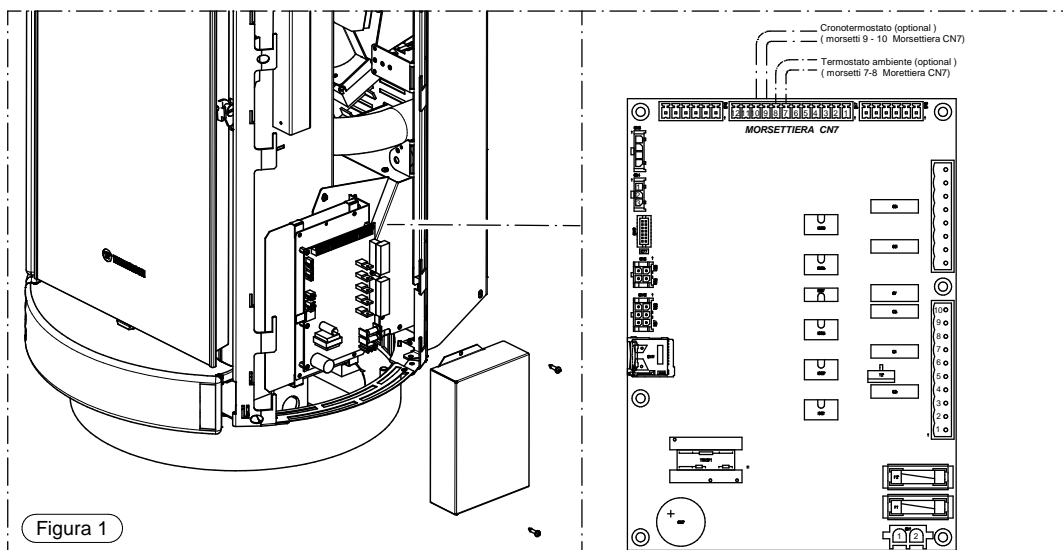

Figura 1
E' un pratico dispositivo che evita la messa in circolazione di polveri sempre presenti in ambienti domestici. Il filtro (indicato con la lettera A nell'immagine a lato) si trova nel retro dell'apparecchio (vedi figura a lato Figura 1). Una frequente pulizia permette di avere maggiore aria calda disponibile durante il funzionamento (il filtro va lavato con acqua fredda e asciugato, ogni 5 giorni).
L'apparecchio viene fornito con entrambi i collarini di canalizzazione montati. E' possibile canalizzare l'aria calda anteriormente o posteriormente all'apparecchio agendo sulle 2 leve indicate nella Figura 1 e Figura 2; per canalizzare completamente o parzialmente l'aria nel tubo posteriore destro agire sulla leva A (Figura 1), per canalizzare completamente o parzialmente l'aria nel tubo posteriore sinistro agire sulla leva B (Figura 2).
---> per il termostato ambiente aggiuntivo collegare direttamente i morsetti 7-8 della morsettiere CN7 in scheda agendo come indicato nella Figura 1.
---> per il cronotermostato – modem aggiuntivo collegare direttamente i morsetti 9-10 della morsettiere CN7 in scheda agendo come indicato nella Figura 1.
E' possibile installare un termostato ambiente aggiuntivo, collegandolo alla scheda come indicato nella Figura 1. Il principio di funzionamento è il seguente:
E' possibile installare, in alternativa al termostato ambiente, un cronotermostato, collegandolo alla scheda come indicato nella Figura 1. Utilizzando questa uscita alla chiusura del contatto del cronotermostato si avvia il ciclo di START, mentre all'apertura dello stesso contatto si avvia il ciclo di OFF. Il regime di funzionamento all'accensione (potenza di combustione - velocità di ventilazione) è il medesimo usato prima dell'ultimo spegnimento dell'apparecchio.
OGNI 3 GIORNI sollevare e fare ricadere per alcune volte le aste spazzolatubi (figura 1); per accedere alle aste raschiatubi è necessario estrarre dapprima il coperchio serbatoio.